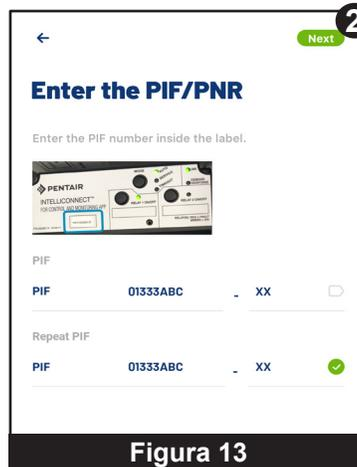

Figura 13
4. Se mostrará la pantalla Enter the PIF/PNR (Añadir el PIF/PNR) (**Figura 13**). Introduzca el número dos veces. Se mostrará una marca de verificación verde si lo ha introducido correctamente.
5. Pulse NEXT (SIGUIENTE) (2) en la esquina superior derecha de la pantalla.